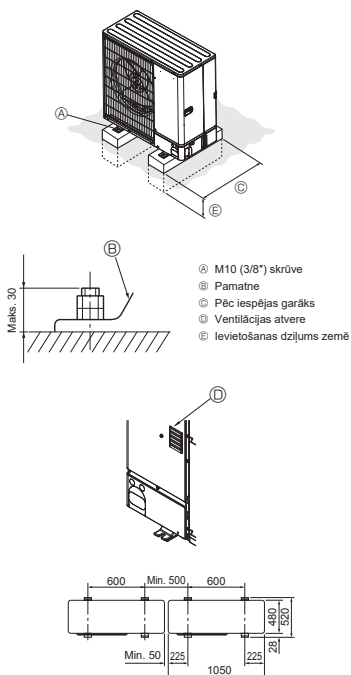

Fig. 3-1
- Pārlicinieties, ka iekārta tiek uzstādīta uz spēcīgas, līdzenas virsmas, lai novērstu ribēšanas radītu troksni darbības laikā. (Fig. 3-1)